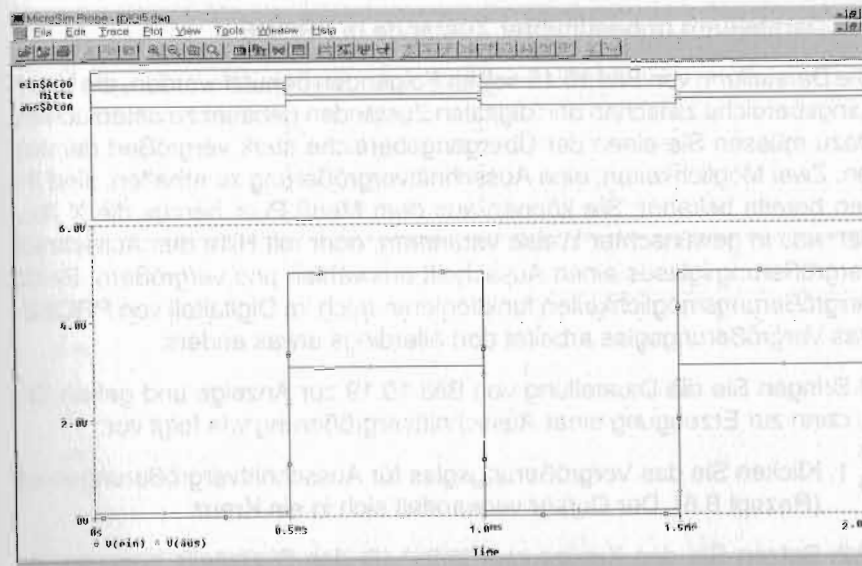

Bild 10.18: Analoge Spannungen und digitale Zustände der Schaltung von Bild 10.15
- Bringen Sie jetzt zusätzlich zu den analogen Spannungen noch die drei digitalen Zustände $ein\$AtoD$, $Mitte$ und $aus\$DtoA$ zur Anzeige (Bild 10.18):